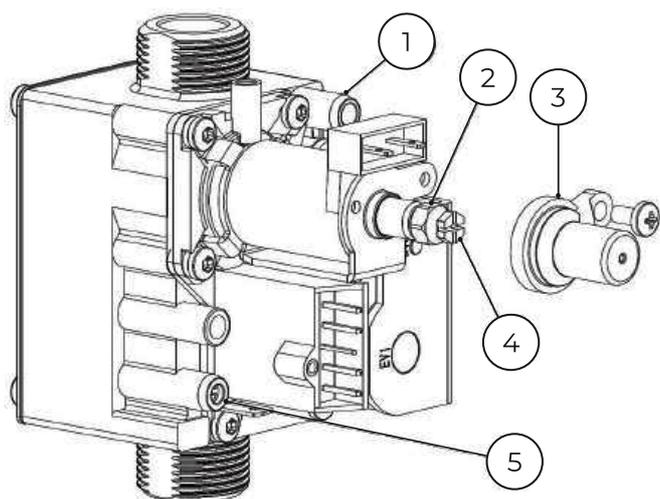

Рис. 21 Регулятор давления газа
- Для измерения необходимо использовать штуцер 5 на газовом клапане рис. 21. После измерения обязательно закройте винт-заглушку.
- Выключите котёл и закройте газовый кран, отсоедините U-образный манометр и заверните уплотнительный винт (рис. 21, [1]).
- Отверните уплотнительный винт на штуцере измерения подаваемого давления газа (рис. 21, [5]) и подсоедините манометр.
- Отверните уплотнительный винт штуцера измерения давления на форсунках (рис. 21, [1]) и подсоедините U-образный манометр.
- Снимите крышку (рис. 21, [3]).
- Значение «max» давления (мбар (кПа)) на форсунках приведено в табл. 15. Установите давление на форсунках регулировочным винтом максимального расхода газа (рис. 21, [2]). Поворот направо – больше газа, поворот налево – меньше газа.
- Значение «min» давления (мбар) на форсунках приведено в табл. 15. Установите давление на форсунках регулировочным винтом минимального расхода газа (рис. 21, [4]).
- Установите и опломбируйте крышку (рис. 21, [3]).